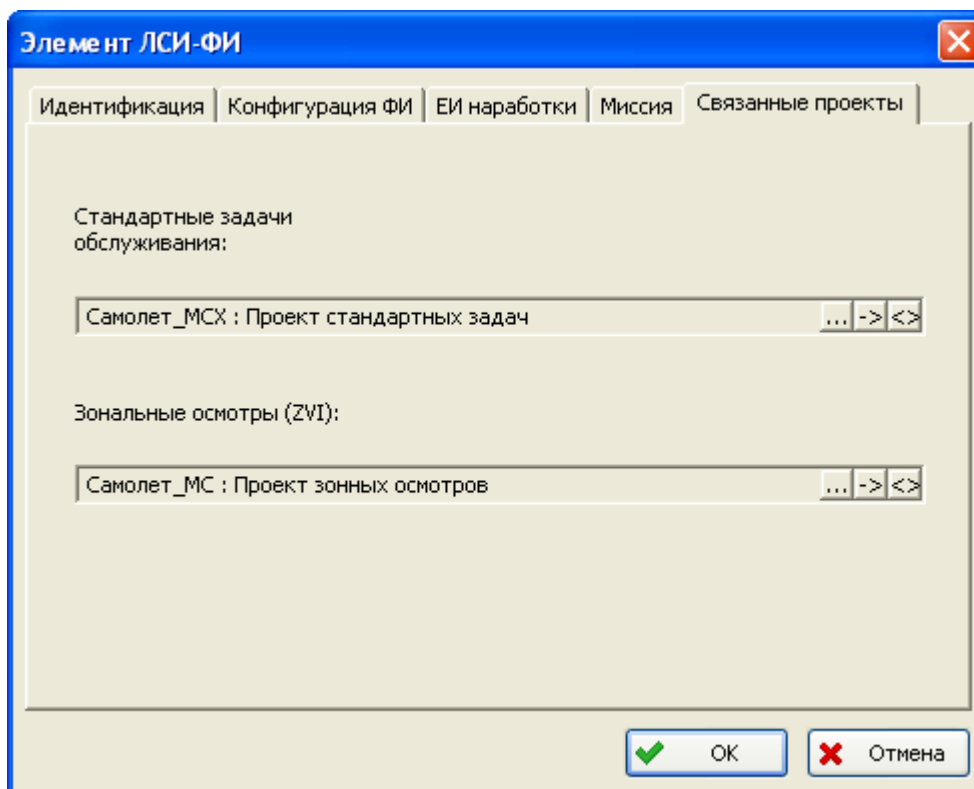

Рис. 5-48
3. В появившемся окне **Элемент ЛСИ-ФИ** перейдите на вкладку **Связанные проекты** (рис. 5-48).